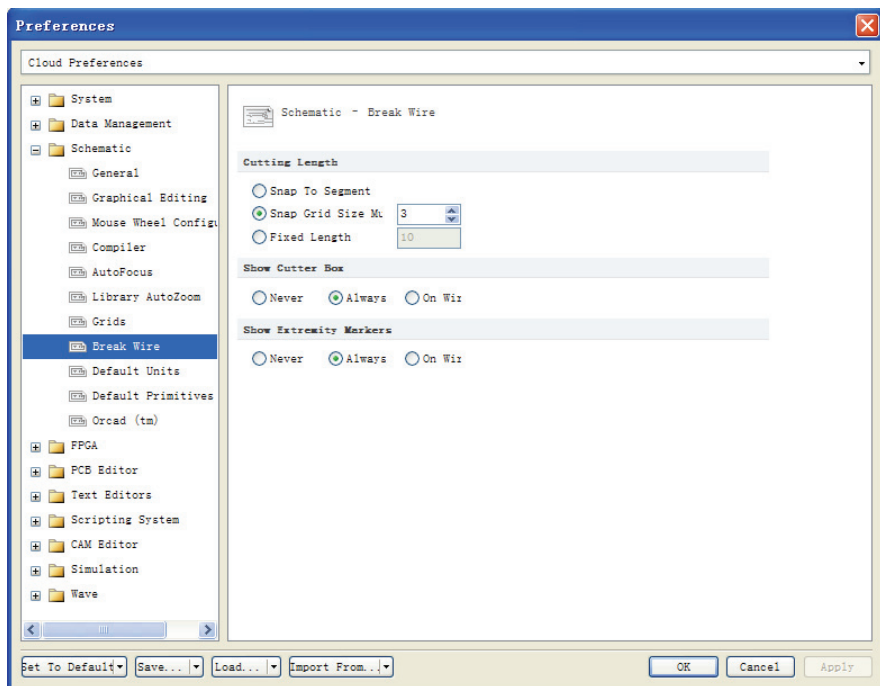

图 6-8 剪切导线参数设置对话框
(1) 从右键快捷菜单中选择执行【DXP】→【Preferences】命令，启动原理图编辑参数设置对话框，单击剪切导线（Break Wire）标签，进入剪切导线参数设置对话框，如图 6-8 所示。